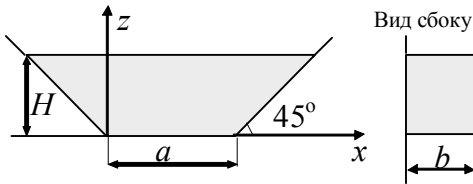

Рисунок 2.14
2.25. Открытый бак с размерами дна  $a = 2 \text{ м}$  и  $b = 2 \text{ м}$  заполнен водой на высоту  $1 \text{ м}$  (рисунок 2.14). Определить вертикальную  $F_z$  и горизонтальную  $F_x$  проекции сил давления на дно и на наклонные боковые стенки бака.